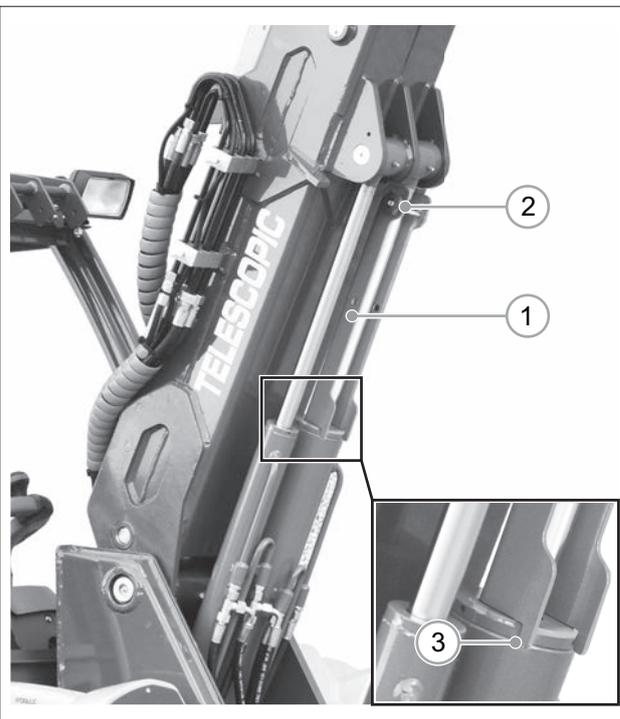

РИС. 49
- 7) Вставьте скобу (РИС. 49 – Сс. 1), чтобы заблокировать стрелу, закрепите ее (РИС. 49 – Сс. 2).
- 8) Медленно опустите стрелу таким образом, чтобы элементы цилиндра опирались на скобу.(РИС. 49 - Сс. 3)